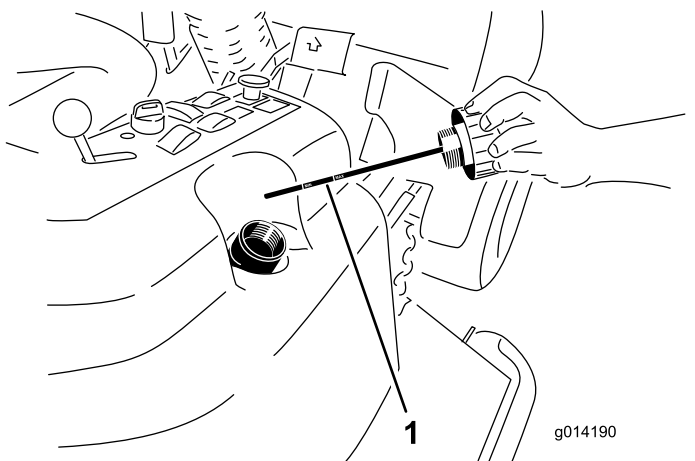

図 89
- 油圧オイル給油口からキャップ 図 89 を取る。
- ディップスティックを抜きウェスで一度きれいに拭く(図 89)。
- もう一度首まで完全にねじ込んでから抜き、オイルの量を点検する 図 89。